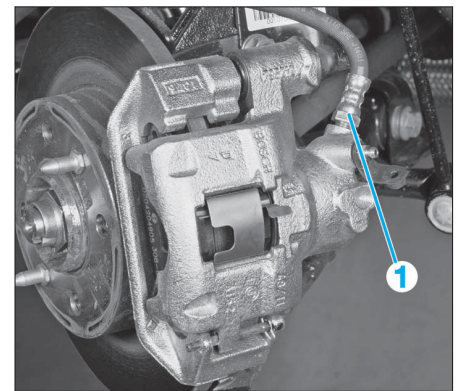

FIG. 5
- Débrancher le flexible (1) de frein de l'étrier (Fig.5).